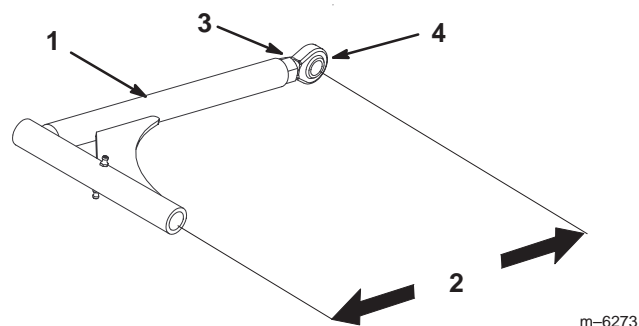

Figure 57
1. Desserrez l'écrou de blocage et tournez la rotule dans le sens anti-horaire, un tour à la fois (Fig. 57).
2. Réglez chaque côté de la même façon. La longueur nominale de chaque bras de poussée doit être de 389 mm (Fig. 57).